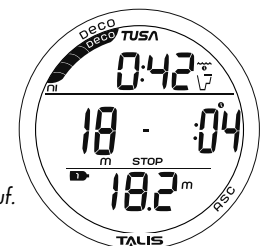

Abb. 67 - DV2-HAUPTDISPLAY
**DV2-Hauptdisplay,** Informationen beinhalten (Abb. 67):